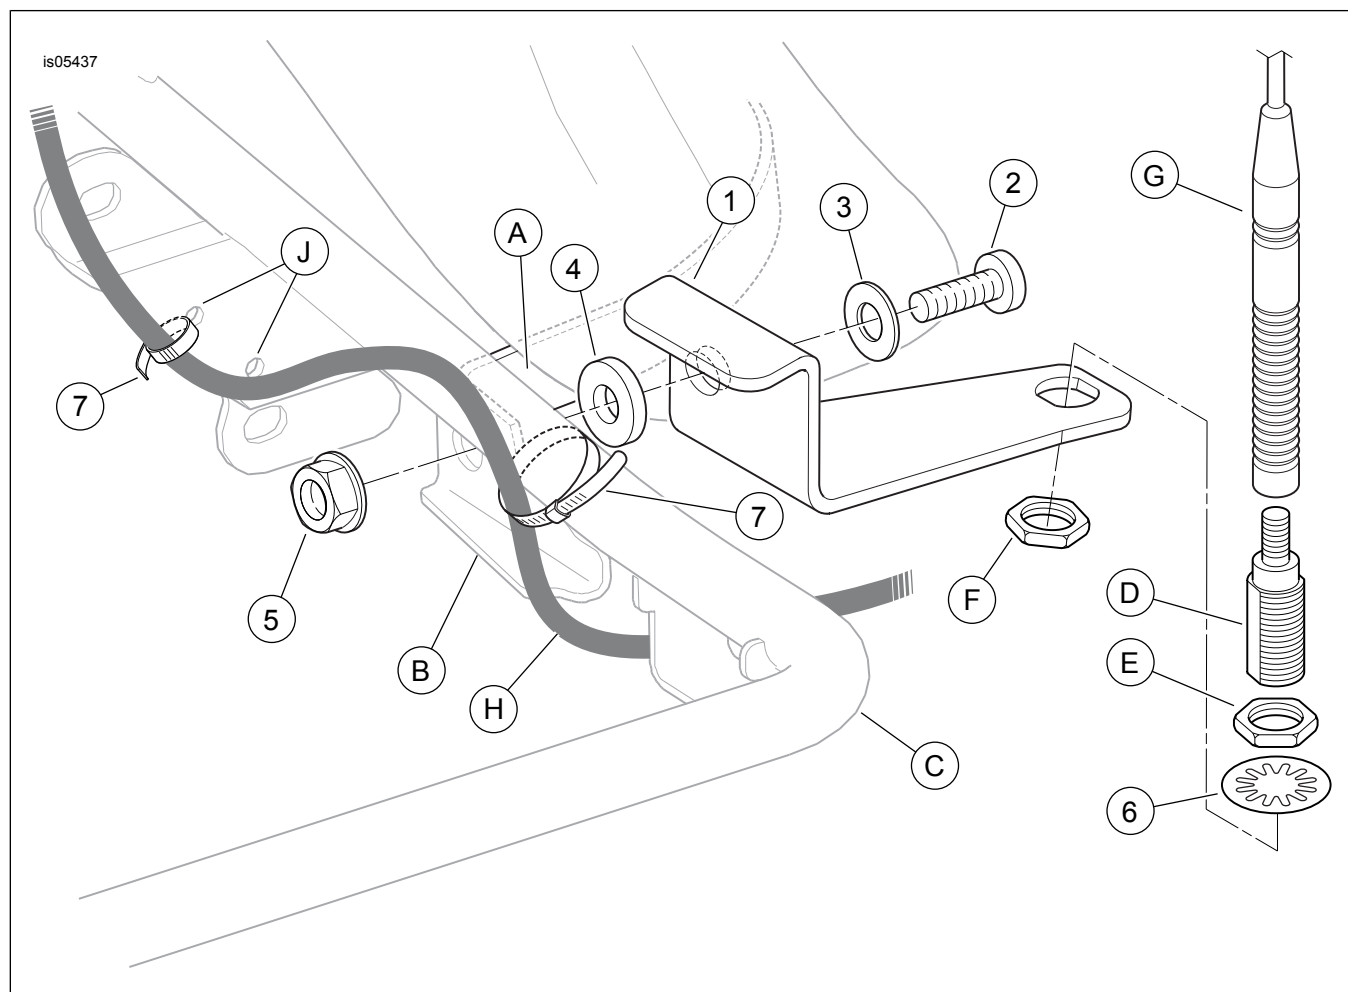

Figura 2. Peças de reposição: kit de reposicionamento da antena
Veja a Figura 2 e a Tabela 1.
7. Remova e descarte o parafuso TORX e a porca (9) que fixam a barra de suporte inferior do alforje no suporte do pára-lama traseiro.
8. Veja a Figura 2. Pegue o **novo** suporte da antena (1), o parafuso de cabeça abaulada (2), as arruelas lisas (3 e 4) e a porca flangeada (5) do kit.